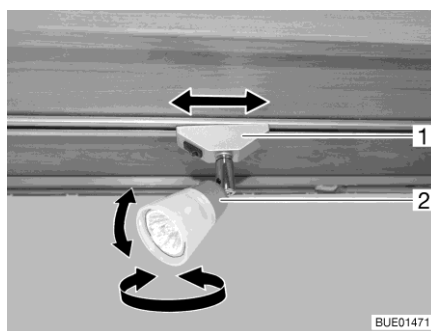
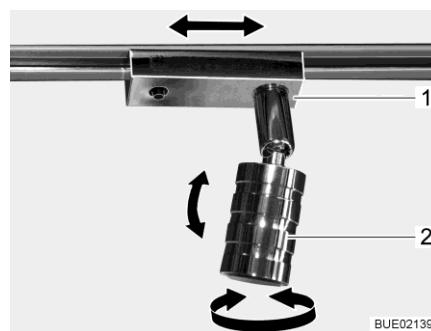

Bild 62 Spotlight
Bild 63 Spotlight (alternativ)
Vrida: ■ Ta tag i huset (Bild 62,2 resp. Bild 63,2) och vrid.
- Ta tag i sockeln (Bild 62,1 resp. Bild 63,1) och vrid cirka 45°.
- Ta tag i sockeln (Bild 62,1 resp. Bild 63,1) och vrid runt 90°.